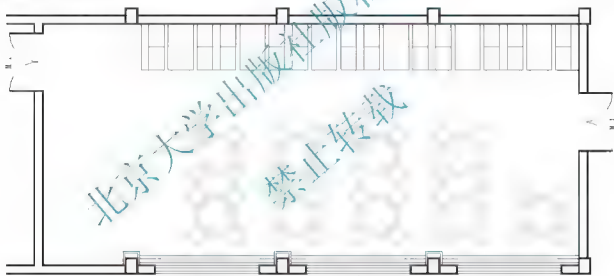

图 4.51 用【阵列】命令复制火车座
(7) 用【阵列】命令复制出其余的火车座, 参数为: 3 行、6 列、列偏移-1850, 结果如图 4.51 所示。